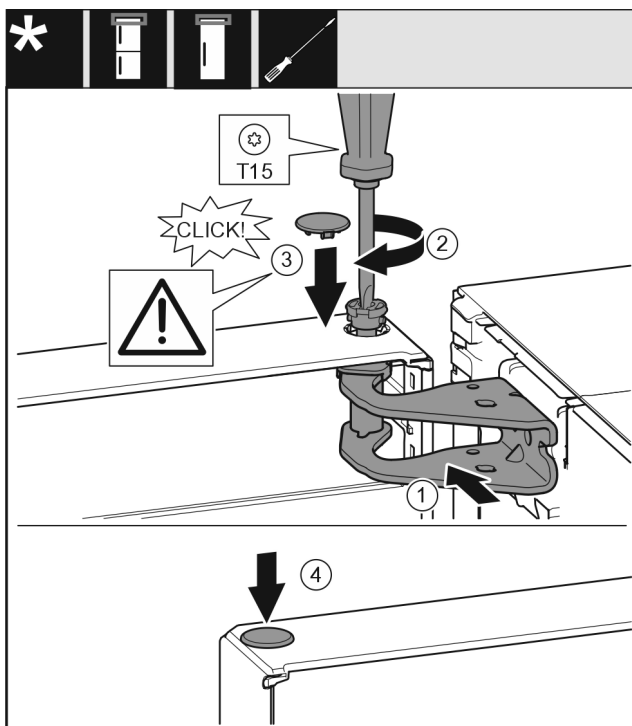

Fig. 27
- ▶ Aligner la porte en haut sur l'ouverture du support de palier Fig. 27 (1).
- ▶ Insérer l'axe Fig. 27 (2) et le serrer avec un tournevis.
- ▶ Installer le couvercle Fig. 27 (3).
- ▶ Vérifier que le couvercle Fig. 27 (3) repose bien sur la porte.
- ▶ Installer le couvercle Fig. 27 (4).